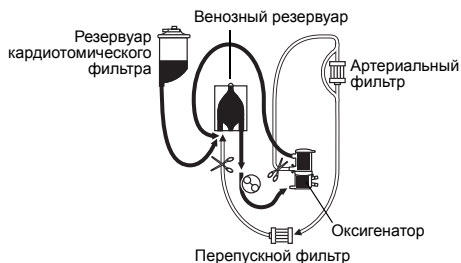

Рис. 3.
Рециркуляция (см. рис. 3)
1. Вставив трубку в должным образом закрытый канал насоса, снимите зажим с выхода для рециркуляции в соответствии с рис. 3. Это позволит активировать рециркуляцию между оксигенатором и венозным резервуаром.